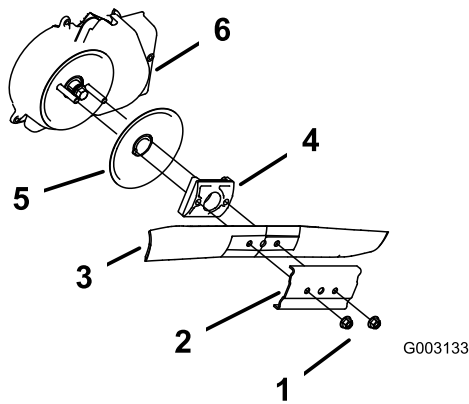

Figura 28
3. Retire las 2 tuercas de la cuchilla y el refuerzo (Figura 28).
4. Retire la cuchilla (Figura 28).
5. Retire el impulsor de la cuchilla y el disco (Figura 28).
6. Retire el protector del embrague del freno de la cuchilla (Figura 28)
10. Instale la cuchilla y el refuerzo que retiró anteriormente (Figura 28).